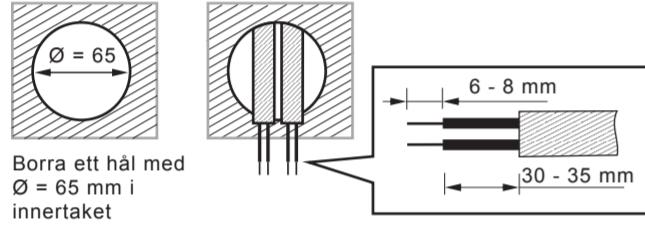

FIG.10
4.4.2.1 För att installera detektorn måste man borra ett hål med diameter 65 mm i takskivan och låta strömkabeln sticka ut. Skala av 6 - 8 mm av ledningshöjdet för den efterföljande anslutningen (se FIG.10).